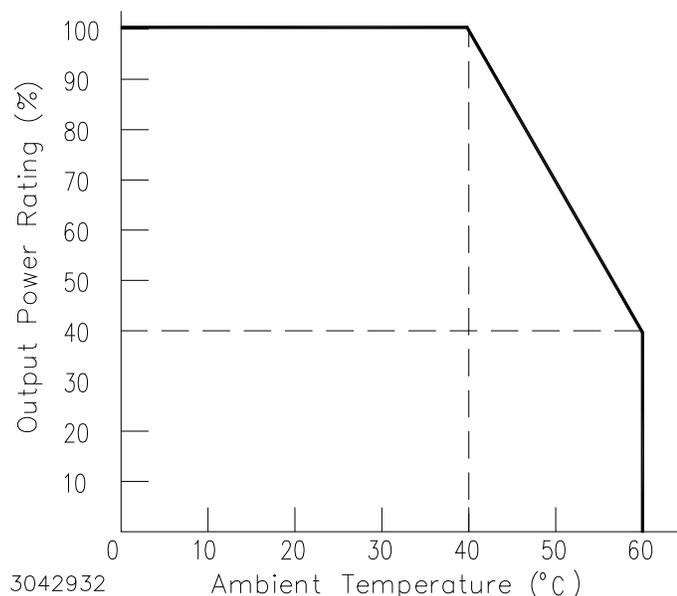

FIGURE 5. % OUTPUT POWER RATING VS. AMBIENT TEMPERATURE
**OPERATING TEMPERATURE:** See Figure 5.